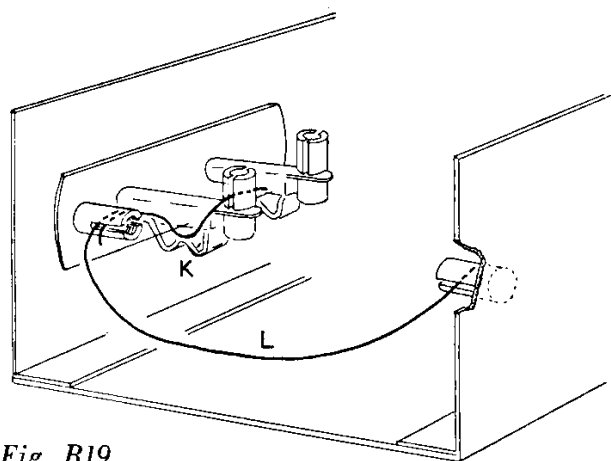

Fig. B19
16. Leg aan de onderzijde van het toestelletje de twee **leidingen**, die in figuur B19 met de letters K en L zijn gemerkt. Nu komen de **weerstand** en de **diode OA 79** aan de beurt. De crèmekleurige weerstand is voorzien van kleurringen, die een zekere (elektrische) waarde aanduiden. Denk er om, dat deze weerstand niet door elke willekeurige andere kan worden vervangen. De zwarte diode is gemakkelijk te herkennen, vooral aan de opdruk: OA 79.